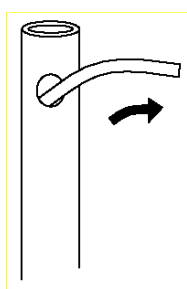

fig. 7.2a
- Praticare un foro di diametro 8mm sul palo per il passaggio del cavo di collegamento (fig. 7.2a)
- Efectúe un orificio de 8mm de diámetro en el poste para el paso del cable de conexión (fig. 7.2a)